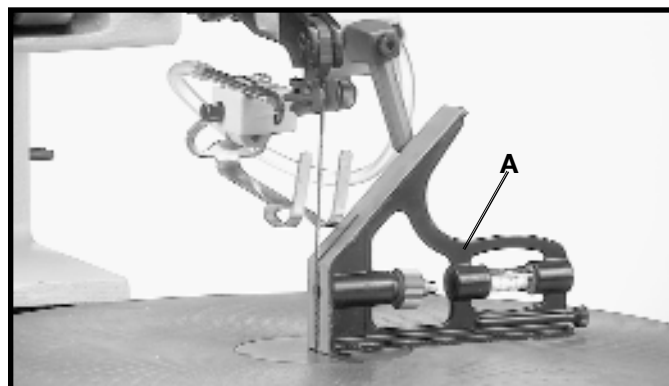

Fig. 32
2. Utiliser une équerre (A) fig. 32 et vérifier si la table est à perpendiculaire par rapport à la lame de scie, tel qu'illustré.